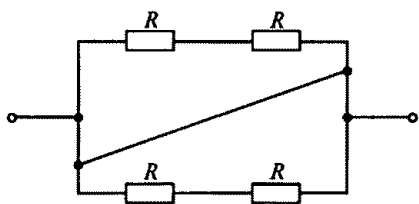

Рис. 24
1.38. На рис. 24 все резисторы имеют одинаковое сопротивление R . Чему равно эквивалентное сопротивление этой цепи?